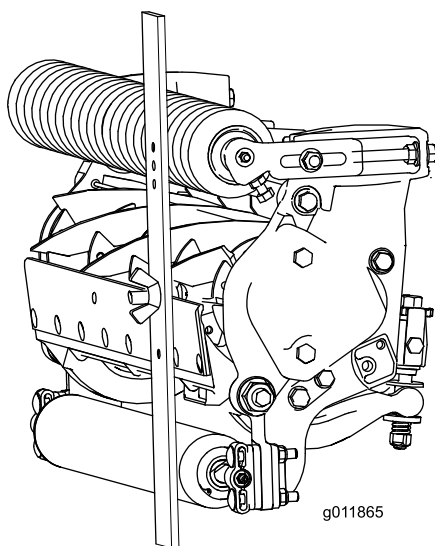

Figura 18
3. Prenda a cabeça do parafuso à extremidade cortante da lâmina de corte e apoie a extremidade traseira da barra no rolo traseiro (Figura 18).
4. Rode o parafuso de ajuste até que o rolo entre em contacto com a dianteira da barra indicadora (Figura 18). Ajuste ambas as extremidades do rolo até que todo o rolo esteja paralelo à lâmina de corte.